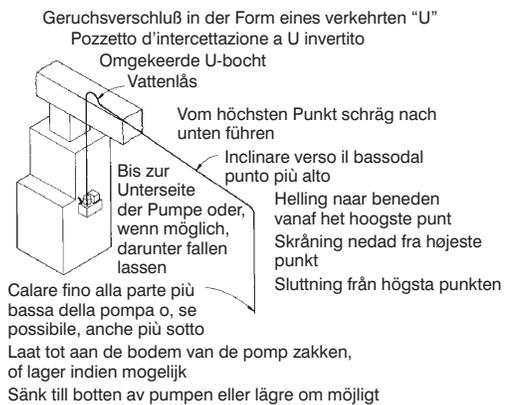

Fig. 10
1. Bietsame Schlauch-oder Rohrleitungen vom Verdampferablaß zum (1 von das 3) Pumpeneinlaß verlegen. Sicherstellen, daß das Einlaßrohr nach unten abfällt und ein Abfließen durch Schwerkraft ermöglicht (Fig. 10). Ziehen Sie das Einlaßrohr etwa 2 - 7 cm in den Tank hinein, so daß es auf keinen Fall den Schwimmermechanismus behindern kann. Das Einlaßrohr muß an der Stelle, an der es in den Tank eintritt, schräg durchschnitten sein.